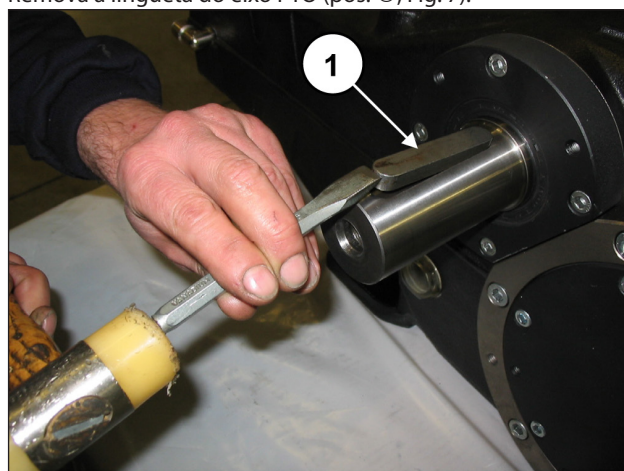

Fig. 7
Remova a lingueta do eixo PTO (pos. ①, Fig. 7).